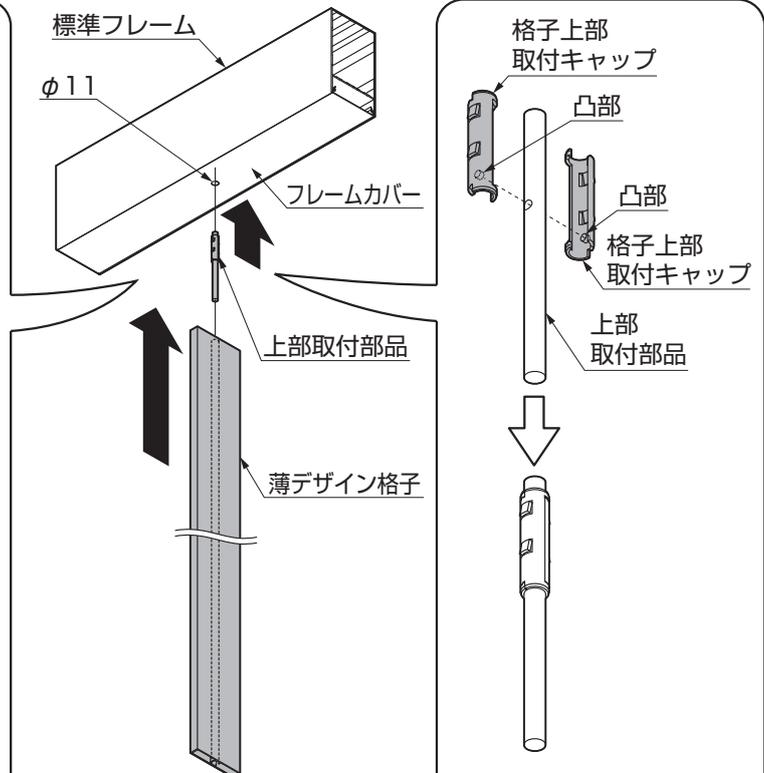

図10-4
- ①デザイン格子15×88を取付ける位置を決めて、標準フレーム(フレーム芯)に $\phi 9$ の穴、フレームカバー(カバー芯)に $\phi 11$ の取付穴をあけてください。
- ②フレームカバーを標準フレームに取付けてください。
- ③格子上部取付キャップを上部取付部品にはめ込んでください。(図10-4参照)
- ④上部取付部品をフレームカバーに差し込み、標準フレームにあけた穴まで押し込んでください。